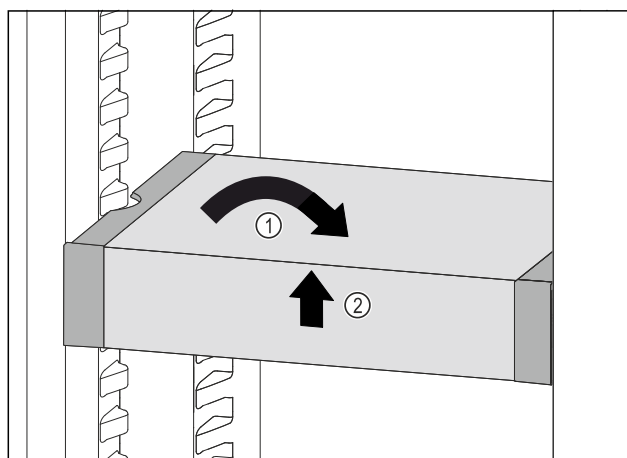

Fig. 229
- VarioSafe postavte rovně. Fig. 229 (1)
- VarioSafe vpředu zvedněte. Fig. 229 (2)